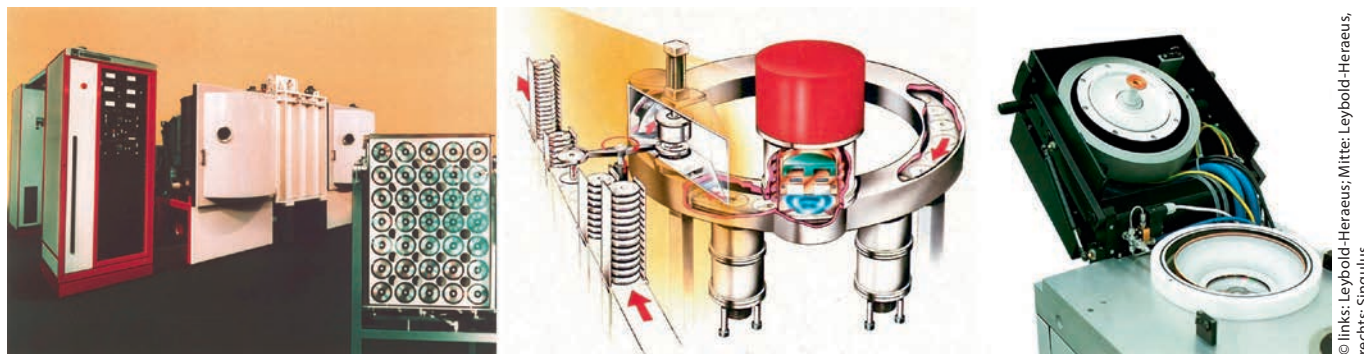

Bild 3 > Metallisierung von Compact Discs in Batch-Anlagen 1983 (links) sowie Kurztaktanlagen 1987 (Mitte) und 1998 (rechts).
bedeutsame Rolle. Die Schallplatte hatte gerade ihren 100. Geburtstag gefeiert, als die Musikbranche eine neue Revolution erlebte: die Digital Audio Compact Disc. Sie verdrängte innerhalb weniger Jahre die schwarze Vinylscheibe vom Markt. Zum Auslesen benötigt die CD eine etwa 55 nm dicke Aluminiumschicht (*Bild 2*). Der „Audio-Revolution“ folgte ein Paradigmenwechsel in der Beschichtungstechnik: Zwischen 1983 und 1987 lösten Einzelplattenanlagen („Ringläufer“) die etablierten Batchanlagen ab, wobei Platz- und Personalbedarf dramatisch reduziert werden konnten (*Bild 3*). Seit 1997 gibt es die DVD, wobei ihre Vorläufer schon in den siebziger Jahren zu finden sind, denn die Firma Bosch stellte bereits 1977 einen 30 cm Plattenspeicher vor, der 25.000 Farbbilder speichern oder 17 Minuten Bild und Ton aufzeichnen konnte. Wie bei allen späteren optischen Datenträgern ist zum Lesen eine dünne Metallschicht als Reflektor für den Laser notwendig. Seit 2008 ist die Blu-ray Disc (BD) im Handel erhältlich, die hinsicht-